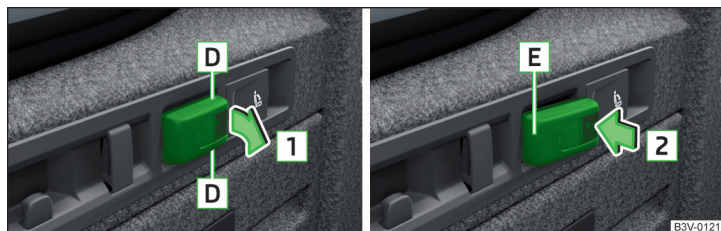

Fig. 157 Demontarea lămpii / montarea lămpii
- Pentru **scoatere**, apucați lampa în zona **D** și scoateți-o în sensul săgeții **1** » fig. 157.
- Pentru **introducere**, introduceți lampa întâi cu partea din spate **E** în suport » fig. 157 și apoi apăsați-o în sensul săgeții **2**, până se fixează cu zgomot.